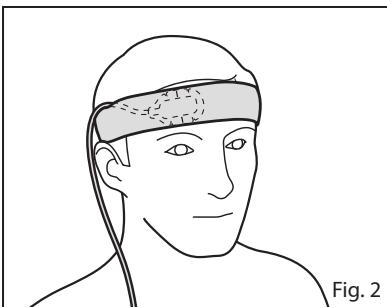

Fig. 2
3. Se reporter à la **figure 2**. Placez le bandeau. Le bandeau doit être placé de manière à appliquer une légère pression sur le capteur et à recouvrir complètement le capteur.